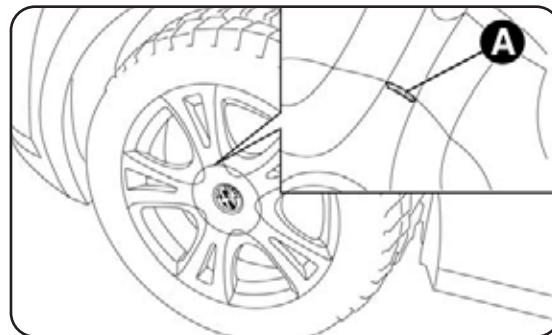

fig. 6
- para versiones con llantas de aleación: zarandee el coche para facilitar que la llanta se suelte del cubo de la rueda. Algunas versiones pueden montar llantas de aleación con embellecedor para cubrir el cubo (fig. 6). Para quitar el embellecedor introduzca el destornillador en los alojamientos A-fig. 6 para así acceder a los tornillos de fijación. Luego sustituya la rueda según lo descrito anteriormente.